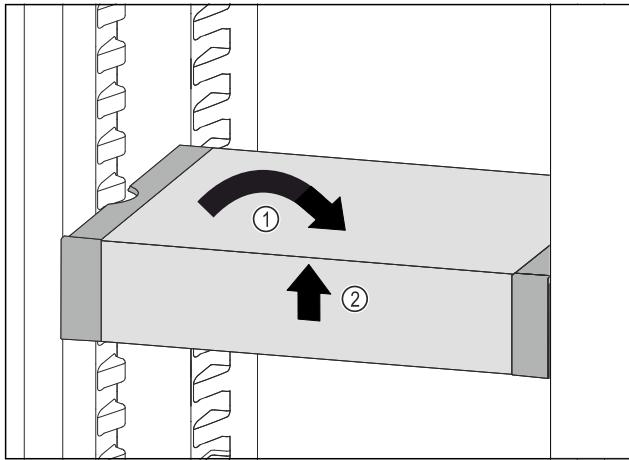

Fig. 105
- Установите VarioSafe прямо. Fig. 105 (1)
- Приподнимите VarioSafe спереди. Fig. 105 (2)